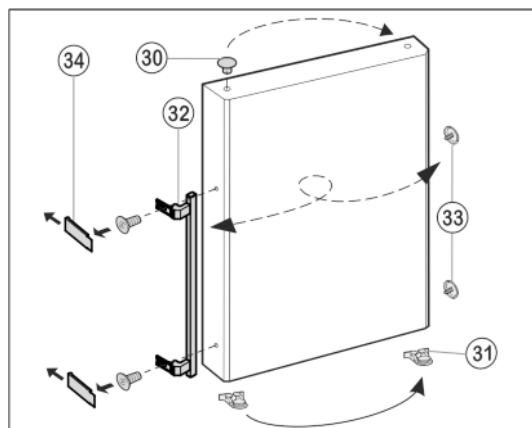

Fig. 12
- ▶ Haal Fig. 12 (30) de stop uit de deurlagerbus en plaats hem om.
- ▶ Demonteer deurgreep Fig. 12 (32), stop Fig. 12 (33) en drukplaten* Fig. 12 (34) en monteer ze aan de tegenoverliggende kant.